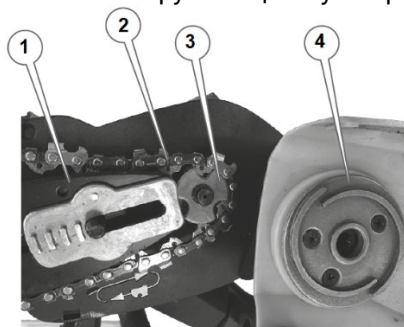

Рисунок 3. Схема встановлення різального блока: напрямної шини та ланцюга.
5.1.2 Встановлення напрямної та різального ланцюга (рис. 3).
1. Переконаватися, що АКБ від'єднана та розташувати виріб на рівній поверхні захисною кришкою (4, рис. 3) догори.